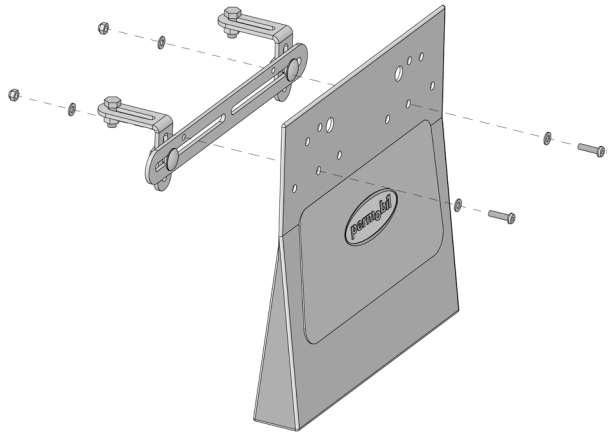

Bild 10. Montering av väska på fäste.
1. Montera väskan på fästet med hjälp av medföljande skruvar, brickor och muttrar, se bild 10.